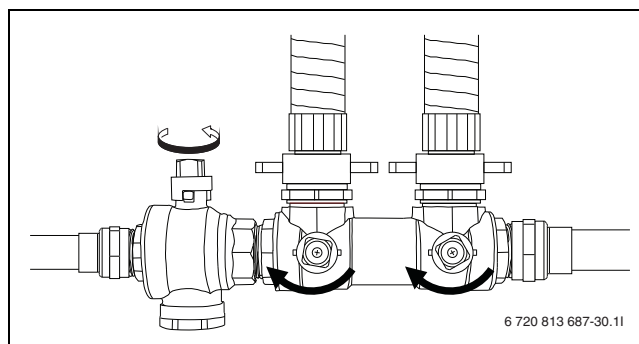

Fig. 17 Påfyllingssett i trykkøkingsposisjon
- Etter fullført utlufting settes kretsen under trykk. Still ventilene til påfyllingsinnretningen på trykkøkingsposisjon og sett kretsen under trykk med 2,5 til 3 bar (→ fig. 17).